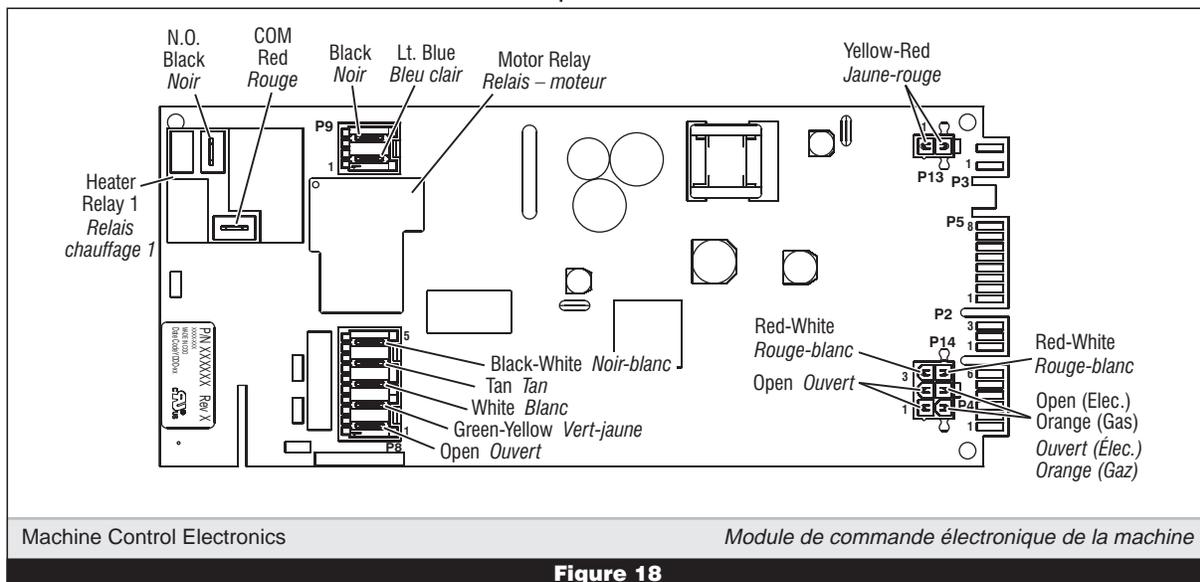

Figure 18
1. Remove all the wire connections to the machine control electronics. See figure 18.
1. Supprimer toutes les connexions des conducteurs sur le module de commande électronique de la machine. Voir figure 18.